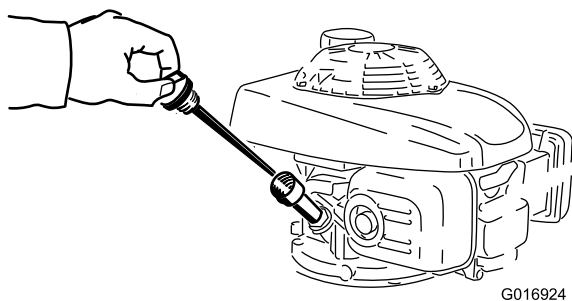

Figura 27
5. Retire la varilla (Figura 27).